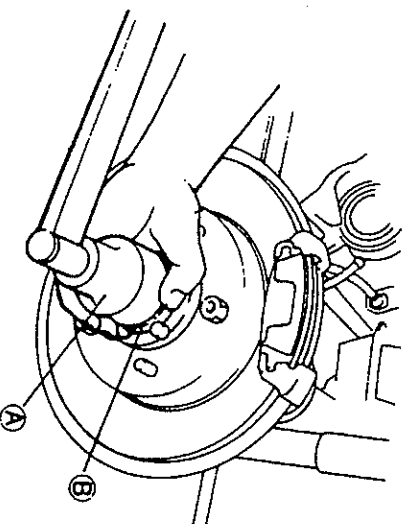

Fig. 17-5-23
1) Girando el buje de la rueda con la mano, apriete la tuerca del cojinete con un par de 8,0 kg-m, utilizando las herramientas especiales A y B. Afloje la tuerca hasta reducir el par anterior a 0 kg-m. Luego reapriete la tuerca con un par de 1,0 a 1,5 kg-m, hasta que los 4 orificios roscados abiertos en la contratuercas coincidan con los 4 agujeros de tornillos abiertos en la arandela de freno ensamblada después de la contratuercas. (Véase Figs. 17-5-23 y 17-5-24).